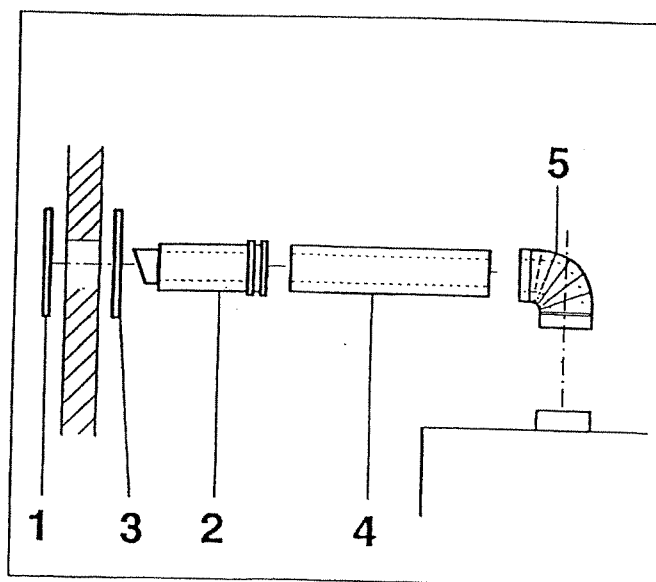

Fig. 14 Montaggio raccordo da parete esterna
- ◆ Avvitare lo sportello esterno (Fig. 14, punto 1) alla parete, ed inserire il tubo concentrico con dispositivo anti-vento (Fig. 14, punto 2). L'ingresso dell'aria deve essere centrato in modo tale da non consentire alla pioggia di penetrare.
- ◆ Spingere dal di dentro la copertura interna (Fig. 14, punto 3) sul tubo concentrico con dispositivo anti-vento, centrarla (attenzione alla pendenza), ed avvitarela.
- ◆ Montare altri tubi concentrici (Fig. 14, punto 4).
- ◆ Piazzare la curva concentrica a 90° (Fig. 14, punto 5) sul tronchetto di scarico della U104 WG / WKG e collegarla con la tubazione di apporto aria / scarico gas.